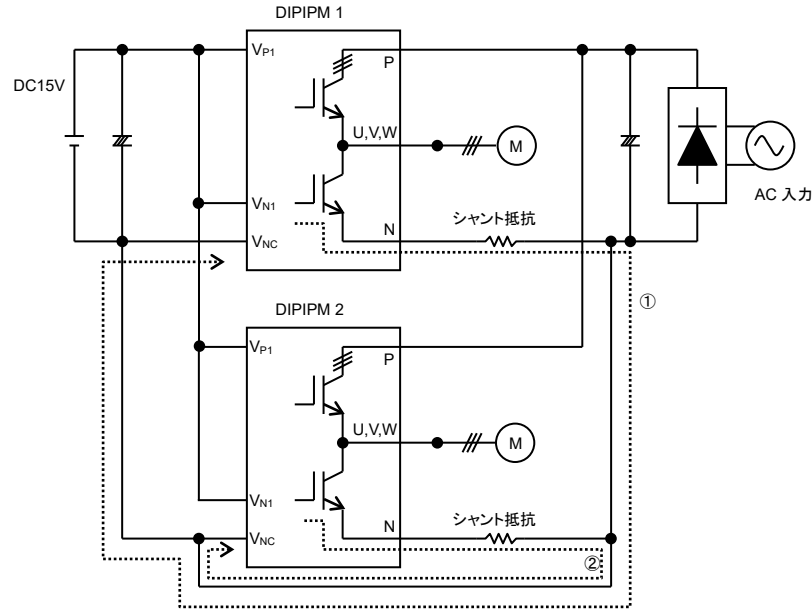

図 3-1-13 並列動作
図 3-1-13 に DIIPM を 2 台並列接続した場合の回路例を示します。DIIPM の下アーム IGBT のゲートチャージは、DIIPM 1 では①の経路、DIIPM 2 では②の経路で行われます。この経路が長くなりますと、配線インダクタンスも大きくなりますのでスイッチング動作に影響を与える可能性があります。(上アームのブートストラップコンデンサの充電にも影響を与える可能性があります。) また、ノイズの影響を受け易く誤動作の要因となります。並列数が多ければ多いほど、この GND パターンは長くなりますので、GND 電位の変動による他の回路への影響(電源、保護回路動作等)も考えられますので推奨いたしません。電気的には、動作可能と考えますが、上記項目に注意し評価検討をお願いします。